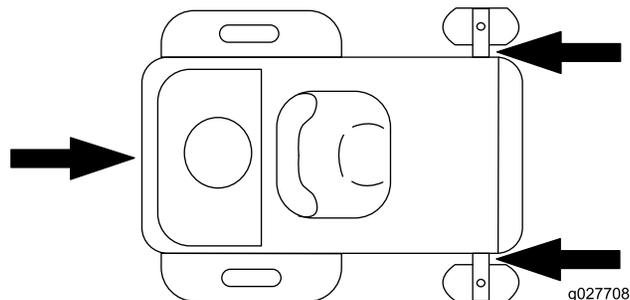

Bild 26
5. Vergurten Sie die Maschine in der Nähe der vorderen Laufräder und der hinteren Stoßstange (**Bild 26**).